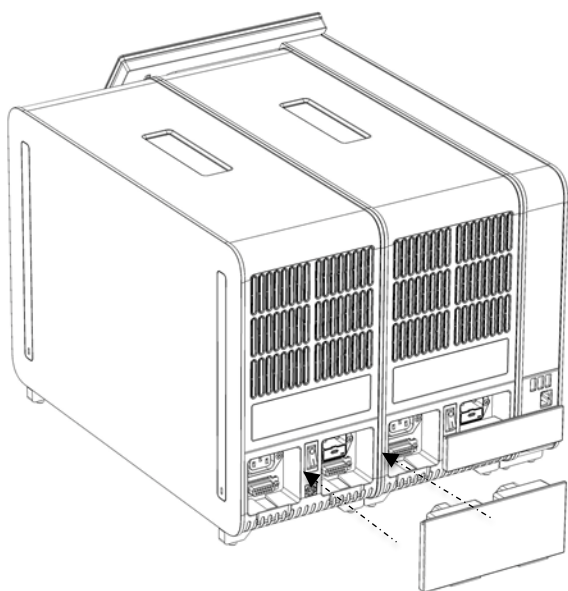

Figure 18. Connexion du pont de module analytique/analytique.
6. Connectez le pont de module analytique à l'arrière du QIAstat-Dx Analyzer 2.0 pour relier les deux modules analytiques entre eux (figure 18).